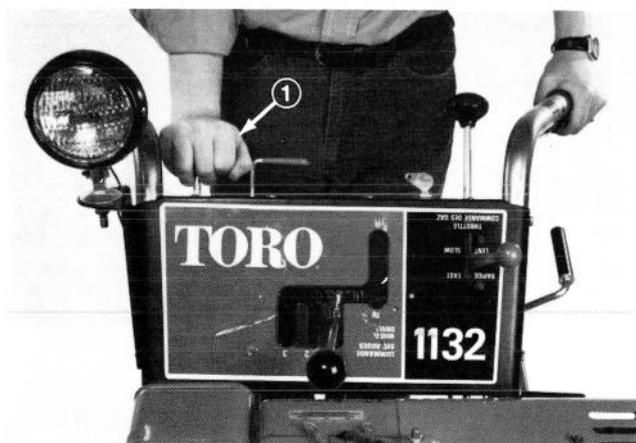

Abb. 27
1. Mit der Schneefräse auf einer ebenen Fläche den linken oder rechten Radkupplungshebel hineindrücken (Abb. 27). Lässt sich der Hebel nicht hineindrücken, so bewegt man den anderen Hebel
3. Den linken Radkupplungshebel (Abb. 27) ganz herausziehen. Die Schneefräse macht jetzt eine Linkskurve, weil das rechte Rad angetrieben wird und das linke Freilauf hat. Kurz vor Ende der Wendung den linken Radkupplungshebel wieder ganz hineindrücken, so dass beide Räder antreiben. Bei Rechtswendungen verfährt man sinngemäss umgekehrt.